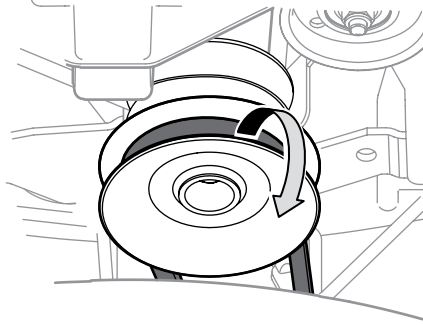

Figura 4-8
4. Extraiga la correa de alrededor de la polea de la PTO del tractor. Consulte la Figura 4-8.
3. Extraiga la correa de la plataforma de alrededor de la polea de transmisión de la PTO del tractor cortacésped como se indica en la Figura 4-8. Simplemente deje rodar un lado de la correa para que salga de la polea y luego debe seguir sacándola todo alrededor de la polea hasta que se sale de la polea.
9. Pase la correa de la plataforma a través de la varilla del guardacorrea y colóquela alrededor y sobre la polea de transmisión de la PTO, como se indica en la Figura 4-8.